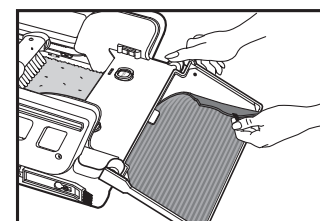

Fig. 9
- Retirer le tapis en tirant doucement sur la languette de tissu (fig. 9).